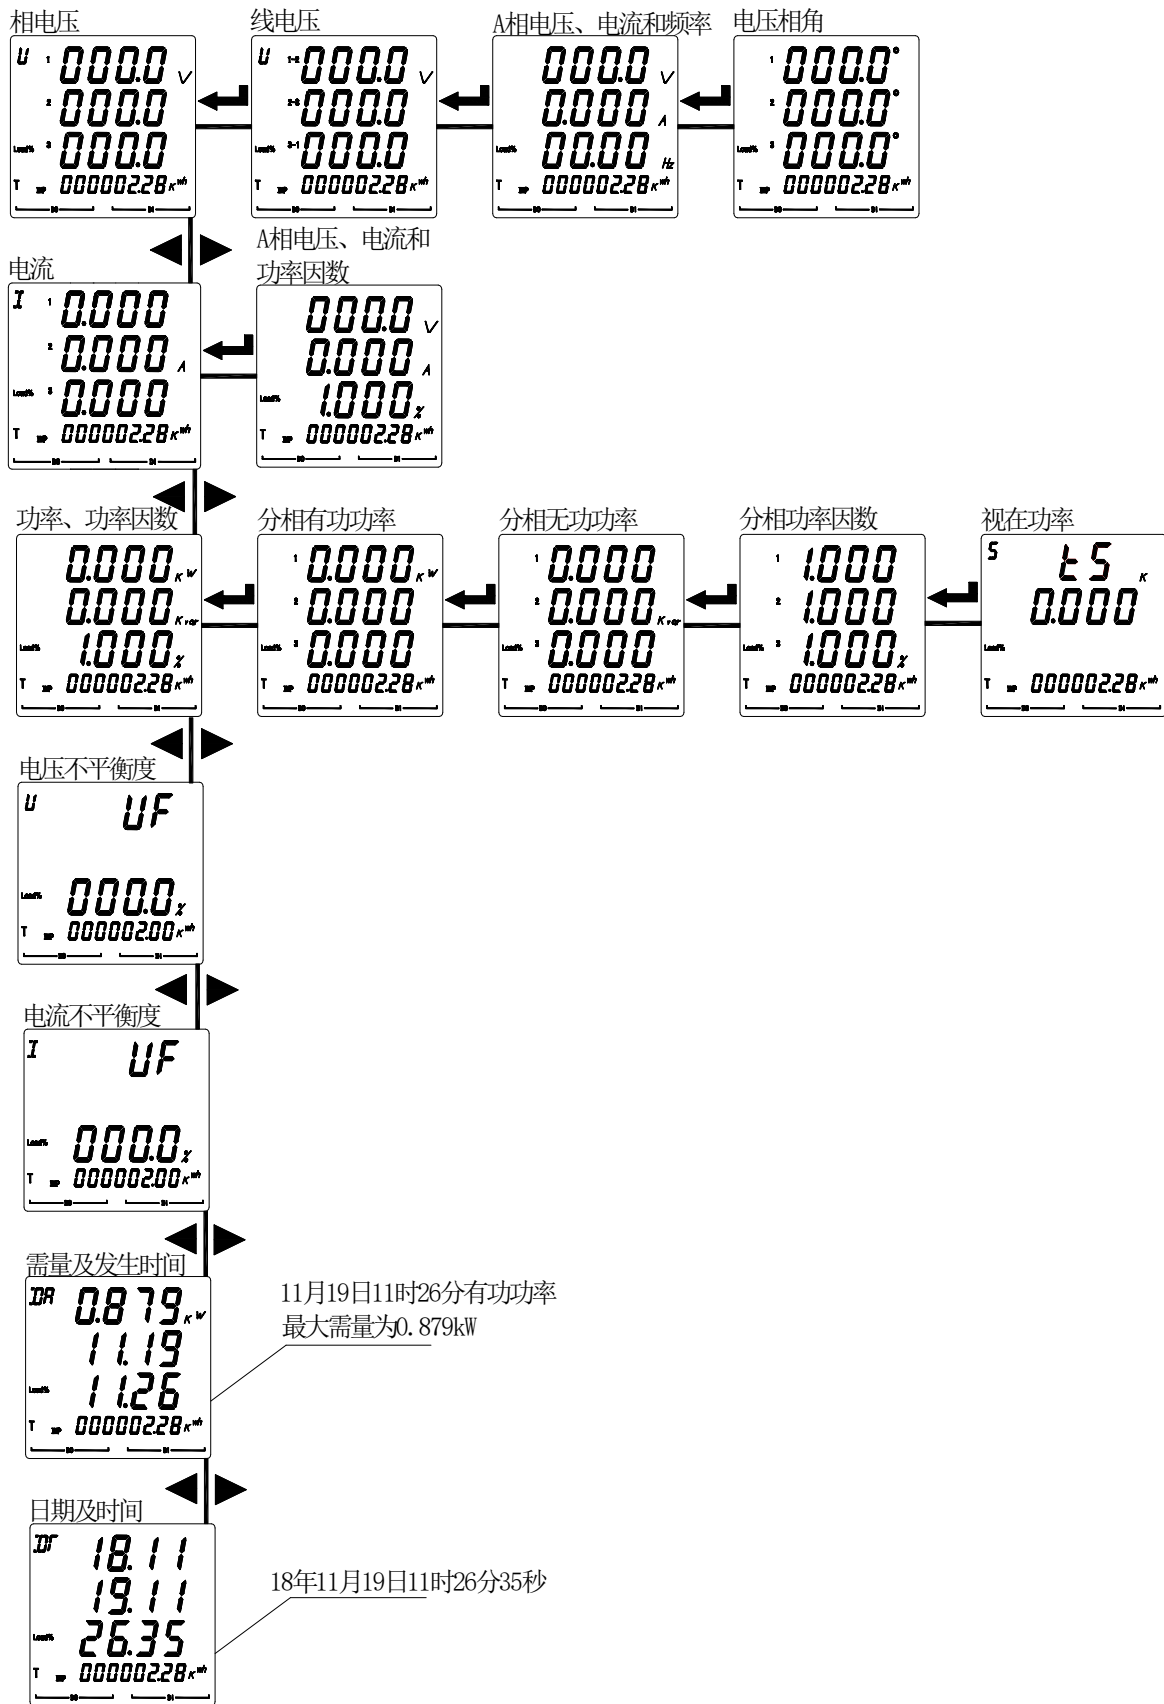

图 21
5.2.4 查看 PZ72L/80L/96L 的电力参数步骤如图 21、22 所示